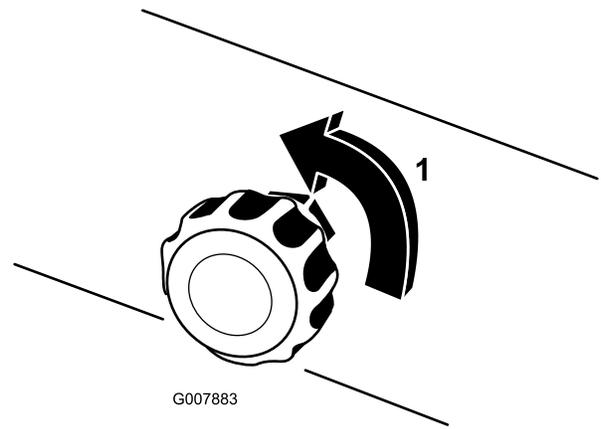

Figura 19
5. La primera vez que utilice el sistema, abra la válvula de ajuste de densidad de la espuma entre 1/8 y 1/4 vuelta en sentido antihorario (Figura 19).